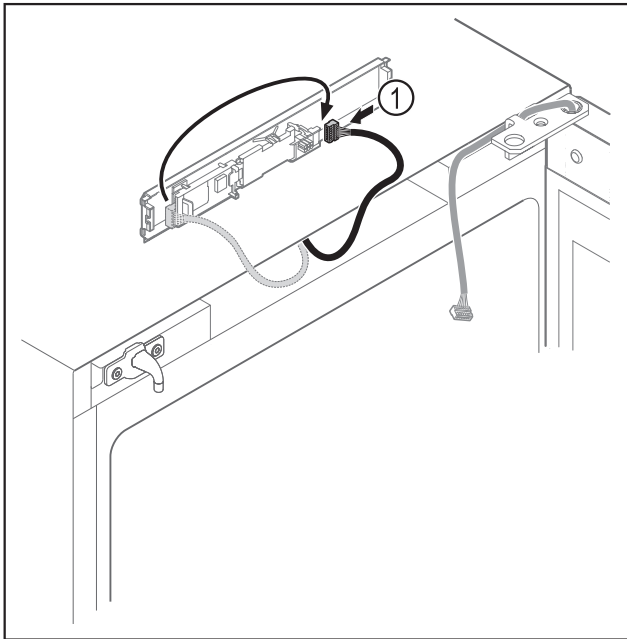

Fig. 13
- ▶ Преместете щекера Fig. 13 (1) на платката.